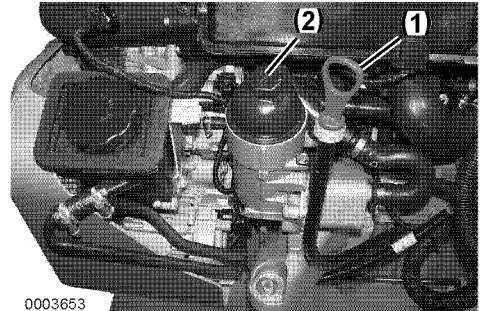

Figura 1
3. **AVISO:** Evite que el polvo y los residuos contaminen el aceite del motor. Antes de retirar el tapón, limpie cuidadosamente la varilla de nivel de aceite, así como la zona próxima. Afloje el tapón del filtro de aceite del motor (**Figura 1, (2)**) girando 1 ó 2 vueltas con una llave de cubo. Deje reposar unos minutos para que el aceite se vacíe en el cárter.
4. Retire la varilla de nivel de aceite (**Figura 1, (1)**). Conecte la bomba de vaciado de aceite y bombee para sacar el aceite. Deseche los residuos correctamente.